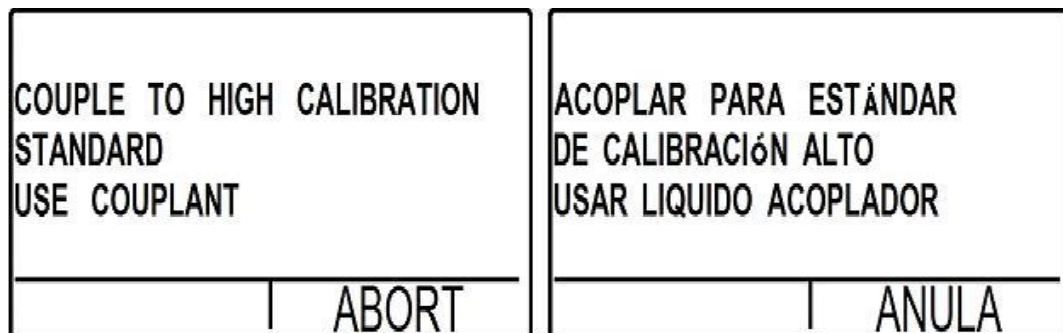

Figura 21: Pantalla con la instrucción para acoplar el transductor en el espesor mayor
- j. Después de ajustar el valor del espesor, presione la tecla , con lo cual queda registrado el valor del espesor menor de referencia; entonces la pantalla aparece como se muestra en la Figura 21.